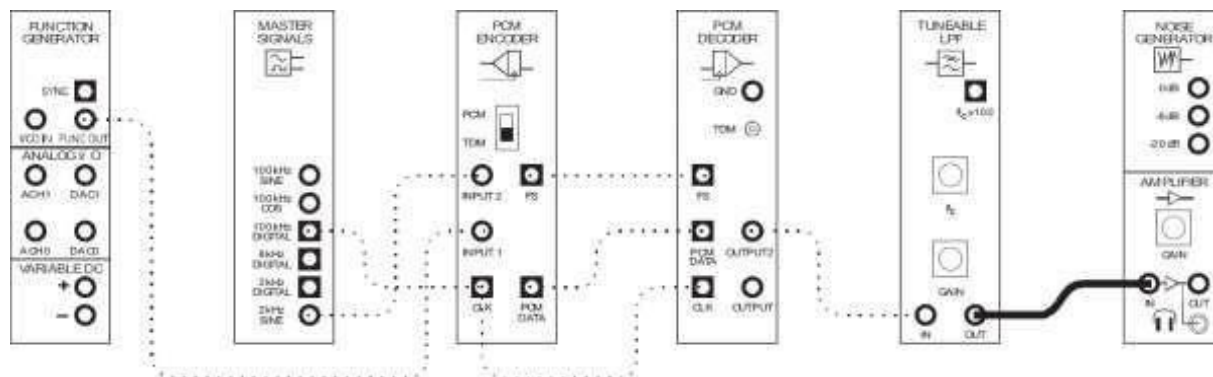

Figura 6.3
7. Conectar la salida del filtro Ajustable LPF a la entrada del Módulo AMPLIFIER, como se muestra en la figura 6.3, dejando las conexiones del Osciloscopio.